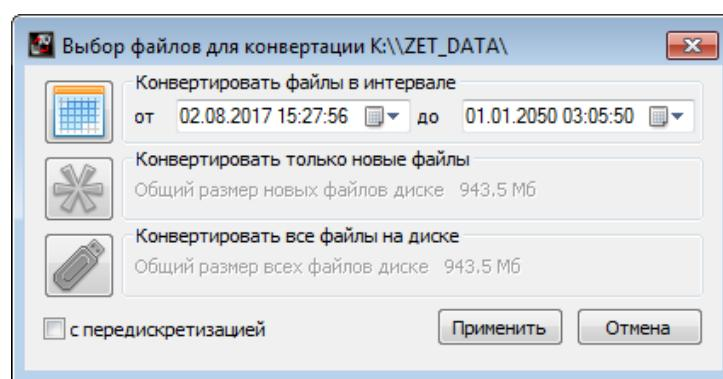

Рис. 6.12 Программа конвертации файлов
- На компьютере автоматически запустится программа «Выбор файлов для конвертации с диска». Данная программа предназначена для копирования и конвертации файлов с карты памяти анализатора на компьютер (Рис. 6.12).